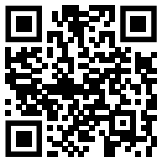

Fig. 120
- ▶ Atverkite Liebherr SmartMonitoring Dashboard. (žr. Fig. 120)